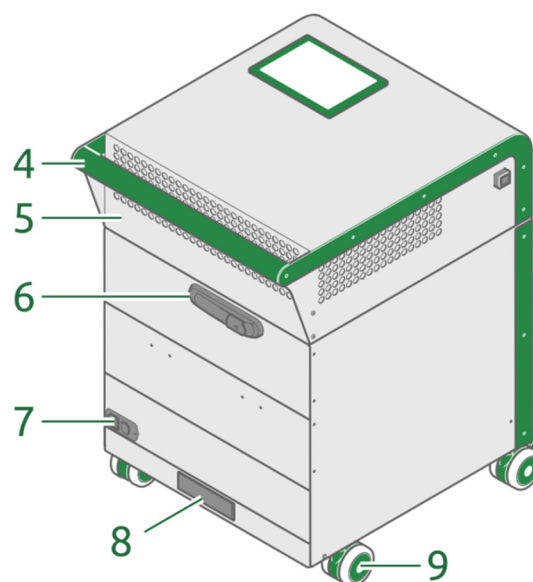

Abb. 4: TK 850 Rückansicht
1. Stecken Sie das mitgelieferte Stromanschlusskabel in den Einbau-Gerätestecker an der Geräterückseite (siehe Abb. 4, Pos. 7 auf Seite 13).
3. Schalten Sie das Gerät am Hauptschalter neben dem Gerätestecker (siehe Abb. 4, Pos. 7 auf Seite 13) ein.